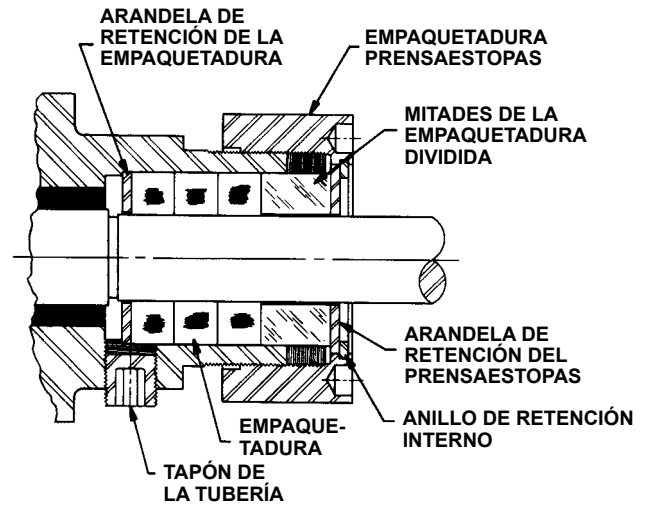

FIGURA 4
6. **PROCEDIMIENTO DE DESENSAMBLE RESTANTE** para la bomba empaquetada de la serie 724 (consulte la Figura 4).
3. REENSAMBLE DE LA SERIE 724 (consulte la Figura 4).